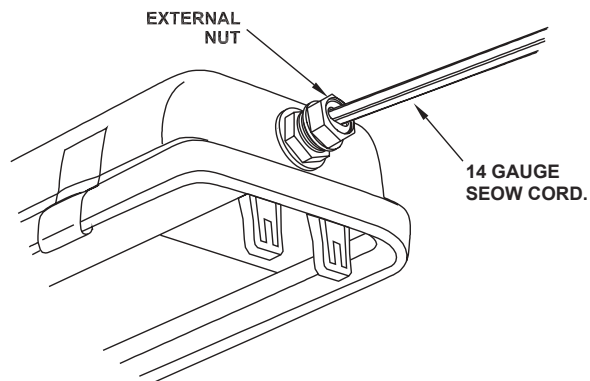

Figure 12
- 11. Tighten external nut on water-tight fitting** to seal wire entering into fixture. See Fig. 12.
11. Serrer l'écrou externe sur le raccord étanche afin d'assurer l'étanchéité de l'entrée du câble dans l'appareil. Voir la figure 12. À l'aide d'une clé à molette serrer l'écrou jusqu'à ce que le raccord soit parfaitement scellé autour du 14 GAUGE SEOW CORD.
11. Apriete la tuerca externa del accesorio hermético para sellar el alambre que entra a la luminaria. - **Vea Fig. 12.**